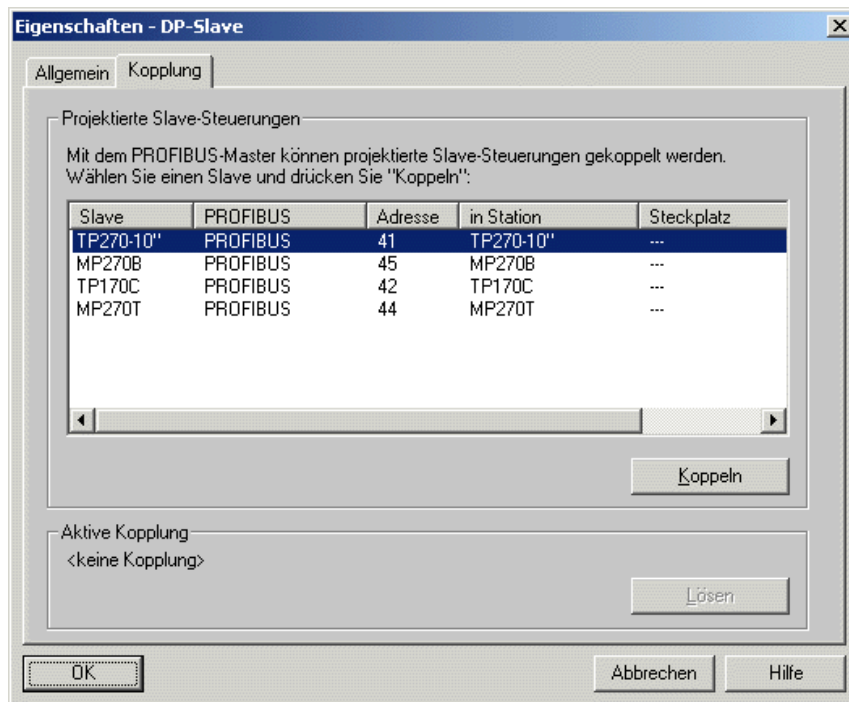

Bild 6-14 Slave koppeln
5. Ziehen Sie die Bediengerätegruppe per Drag & Drop auf das DP-Mastersystem. Sie finden im Fenster *Eigenschaften - DP-Slave* eine Liste aller Bediengeräte, die in diesem Netz konfigurierbar sind. Wählen Sie das entsprechende Bediengerät aus. Im vorliegenden Beispiel ist dies TP270-10" mit der Adresse 41 – siehe Bild 6-14.